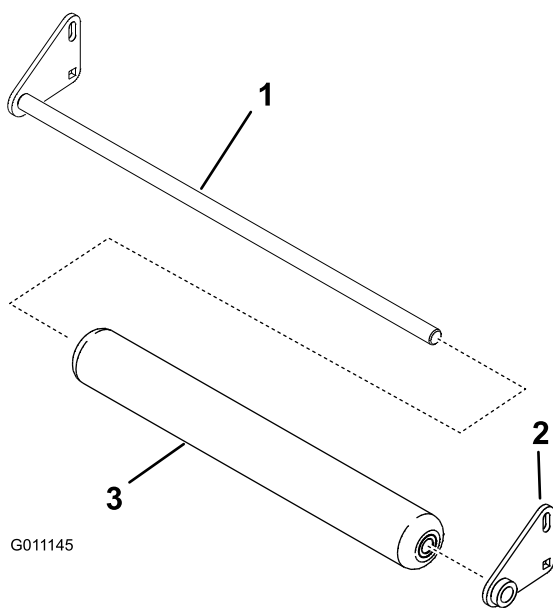

Figure 2
1. Placez le rouleau sur la plaque avec l'arbre (Figure 2).
2. Placez la plaque de rouleau à l'extrémité de l'arbre (Figure 2).